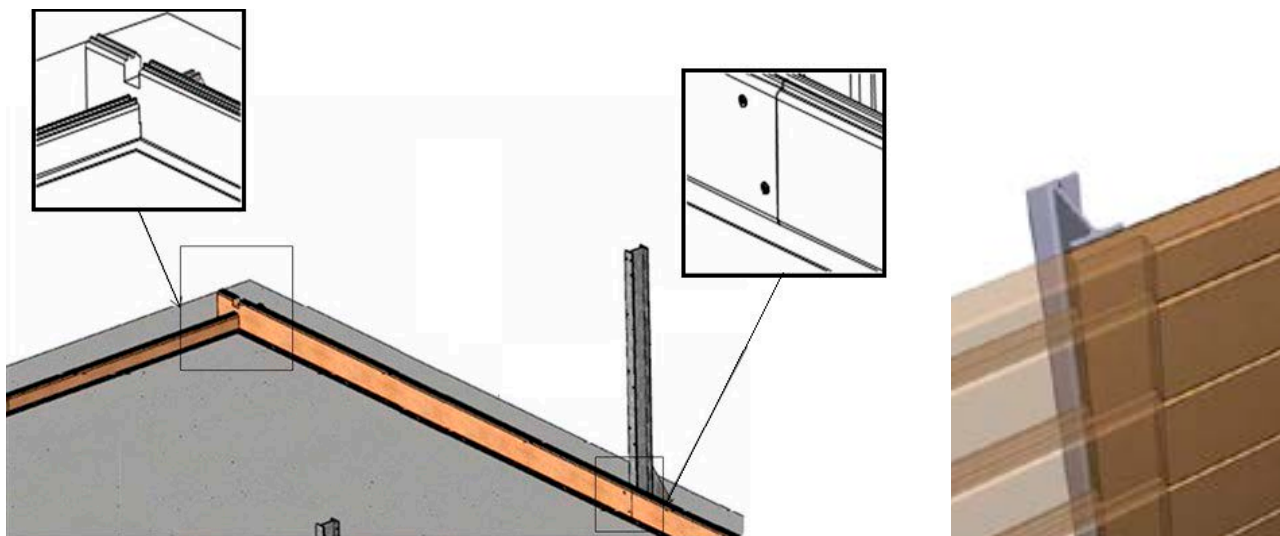

Abbildung 9 – Verkantung der Bohlen untereinander
- untereinander, wie in **Abbildung 9**, beschrieben mithilfe von 2 Schrauben pro Bohlenpaar und auf beiden Seiten mit einer Höhe von je 5 ½ Bohlen, also insgesamt 24 A4-Edelstahl-Senkkopfschrauben 5 × 40 mit Torx-Gewinde bis 25 mm (Beutel B).